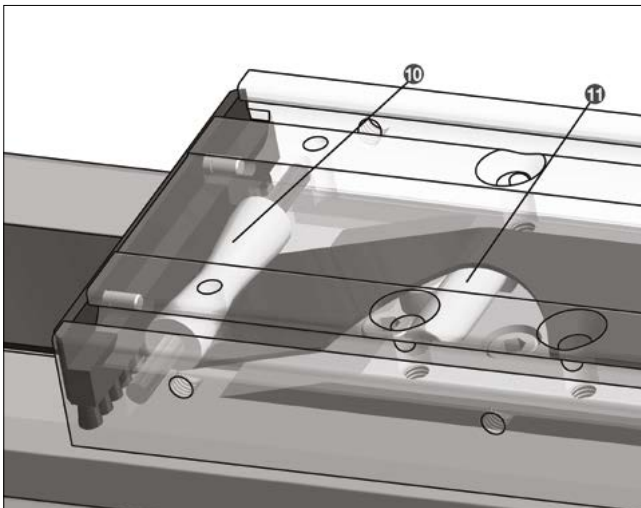

Bild 4.16 ____ Abdeckbandumlenkung
4. Bandführungsrolle **10** im Schlittenteil und Andruckrolle in der Tischplatte **11** auf Leichtgängigkeit und Verschleiß überprüfen und gegebenenfalls zu reinigen oder tauschen (Bild 4.16). Bei verschleißbedingtem Austausch des Abdeckbandes empfehlen wir immer auch den Austausch der Bahnführungs- und Andruckrollen (Verschleißteilsets siehe Kapitel 4.10).